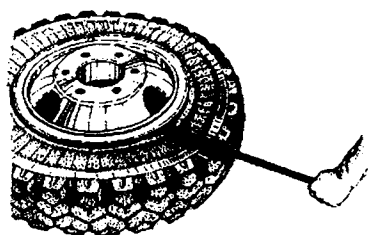

Рис. 5-9. Отжатие борта шины
2. Вставить вилочную лопатку между бортовым кольцом и шиной и отжать борт шины последовательно по всему периметру (рис. 5-9.).